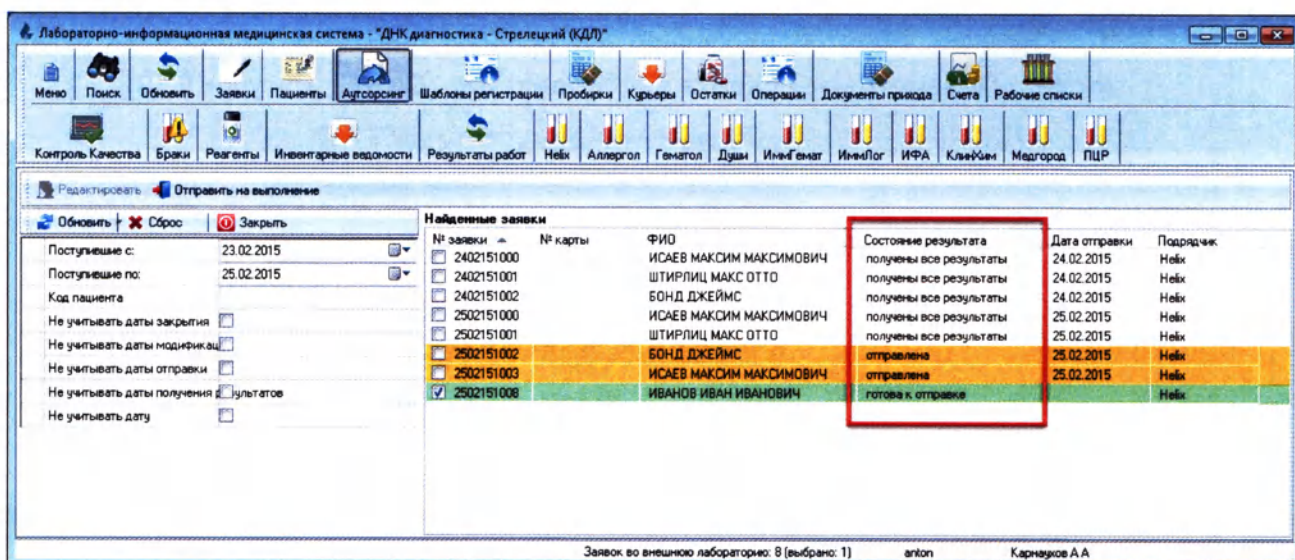

Рисунок 9.9
4. Статус заявки, переданной на выполнение, можно отследить в столбце «Состояние результата» (Рисунок 9.9):